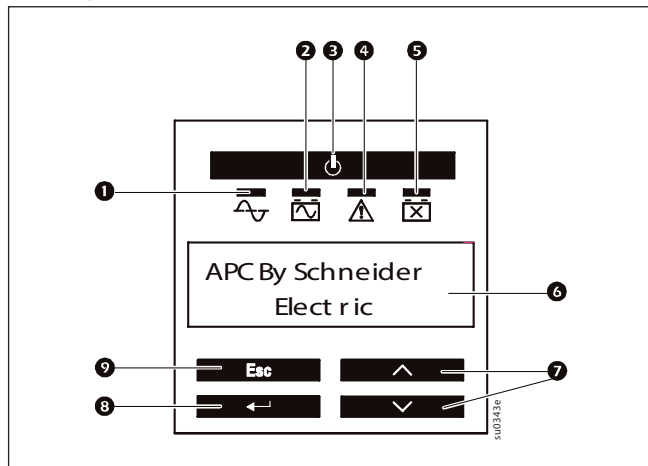

Abb. 2 Anzeigemöglichkeiten auf der USV
- Schalten Sie nun mittels der EIN / AUS Taste (Abb. 2, ③) die USV ein.
- ▶ Die USV macht nach ca. 15 Sekunden einen kurzen Selbsttest und schaltet dann den Ausgang ein. 230 V AC stehen nun am Ausgang bereit und die grüne Online-LED (Abb. 2, ①) an der USV Frontblende leuchtet.
- ▶ Die USV meldet den Netzausfall akustisch und mittels orangefarbener Akkubetrieb-LED (siehe Abb. 2, ②) an der USV Frontblende.
- Schalten Sie die USV mittels der Ein-/Aus-Taste (siehe Abb. 2, ③) an der Frontblende aus.